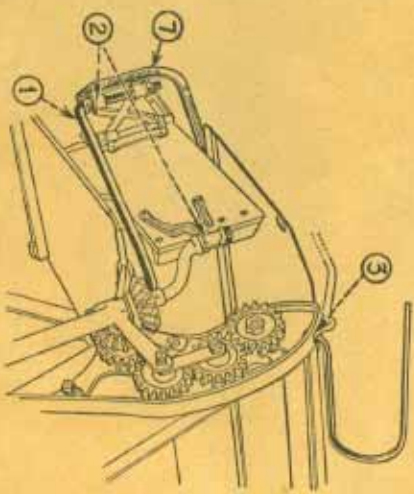

Abbildung Nr. 28.
7. Befestige den Stoppelendglätters-Hebel an dem Stoppelendglätters wie (7) in Abbildung Nr. 28 zeigt.